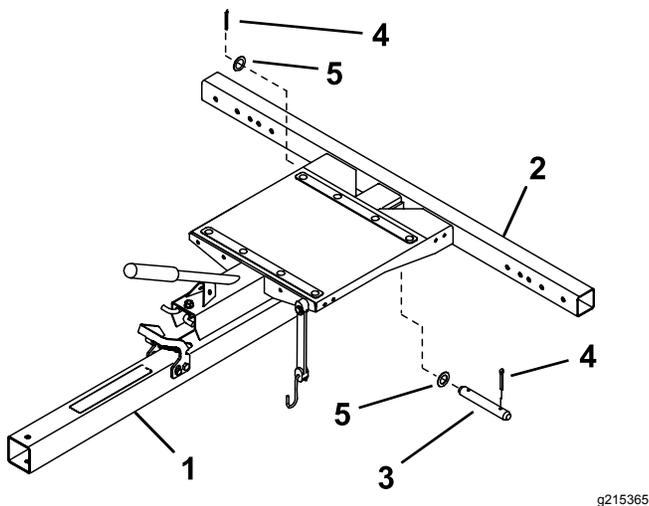

Bild 1
1. Setzen Sie die Anhängerkupplung in den Rahmen ein und fluchten Sie gleichzeitig die hinteren Befestigungslöcher aus (**Bild 1**).
2. Befestigen Sie die Anhängerkupplung mit einem Lastösenbolzen, zwei Scheiben und zwei Splints im Rahmen (**Bild 1**).